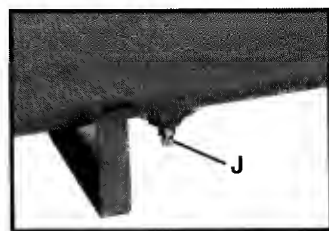

Fig. 4
Soupape de vidange (J) Fig. 4 : La soupape de vidange est située à la base du réservoir d'air et sert à vider la condensation au terme de chaque usage.
- c. Tournez la soupape de vidange (J) Fig. 4, l'ouvrant entièrement, pour empêcher l'accumulation de pression d'air dans le réservoir.
11. Videz l'eau du réservoir d'air. Tournez la soupape de vidange (J) Fig. 4 pour ouvrir.